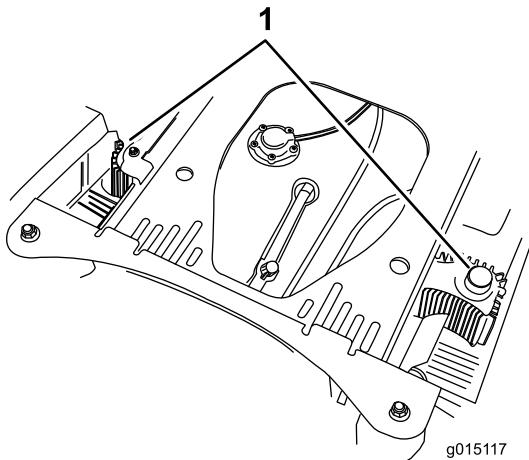

Figura 75
4. Limpie cualquier residuo o hierba de las cubiertas de las unidades hidráulicas (Figura 75).